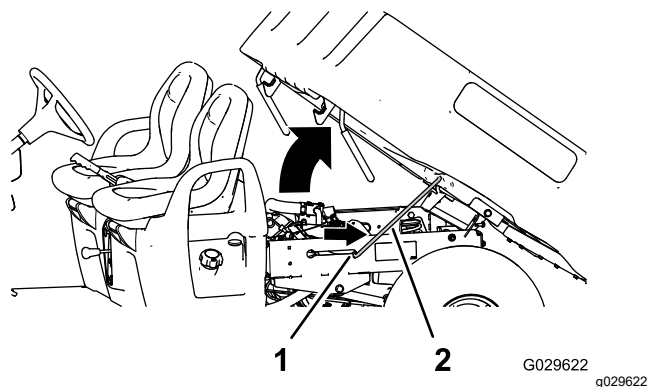

Figura 2
5. Tragei tija de susinere în fanta de blocare a pentru a fixa platforma (Figura 2).